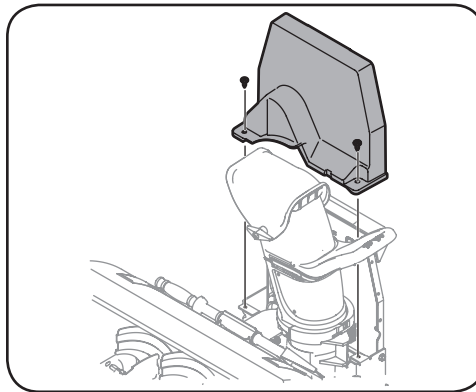

Figura 5-7
4. Extraiga los dos tornillos autorroscantes que se muestran en la Figura 5-7 y levante la cubierta de la correa alejándola del dispositivo. Deje la cubierta y los tornillos apartados y guárdelos.
11. luego vuelva a colocar la cubierta de la correa con los dos tornillos roscados que se habían extraído. Consulte la Figura 5-7.